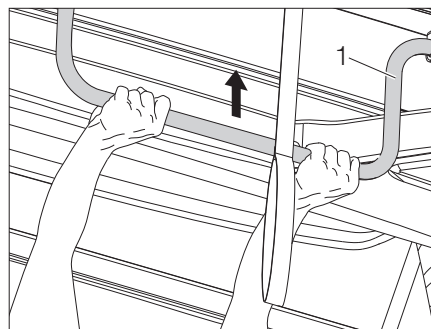

Figure 45 Relever le toit relevable
- Appuyer sur le toit relevable vers le haut au niveau du support (Figure 45,1).